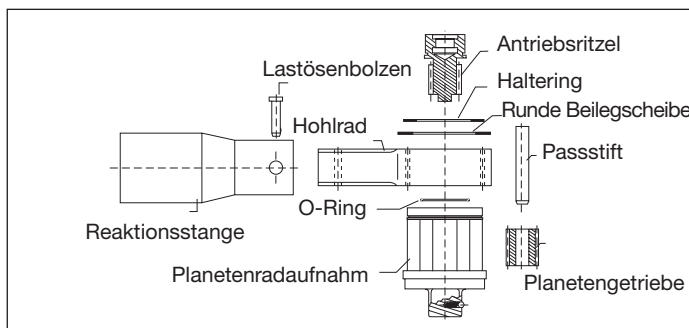

Abb. 4
1. Entfernen Sie den Haltering und die runden Beilegscheiben (Abb. 4) von der Antriebsseite des Drehmoment-Vervielfältigergehäuses.
- Entfernen Sie das Antriebsritzel von der Planetenradaufnahme mit einer ziehenden und drehenden Bewegung. Verwenden Sie eine Dornpresse, um die Passstifte von den Planetengetrieben zu entfernen (Abb. 4).